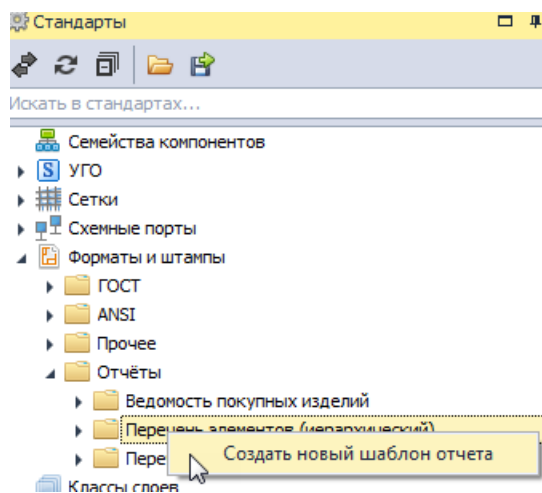

Рис. 65 Создание нового шаблона отчета
- Вызовите контекстное меню с одного из подразделов («Ведомость покупных изделий», «Перечень элементов (иерархический)» или «Перечень элементов (плоский)») и выберите пункт «Создать новый шаблон отчета», см. Рис. 65.